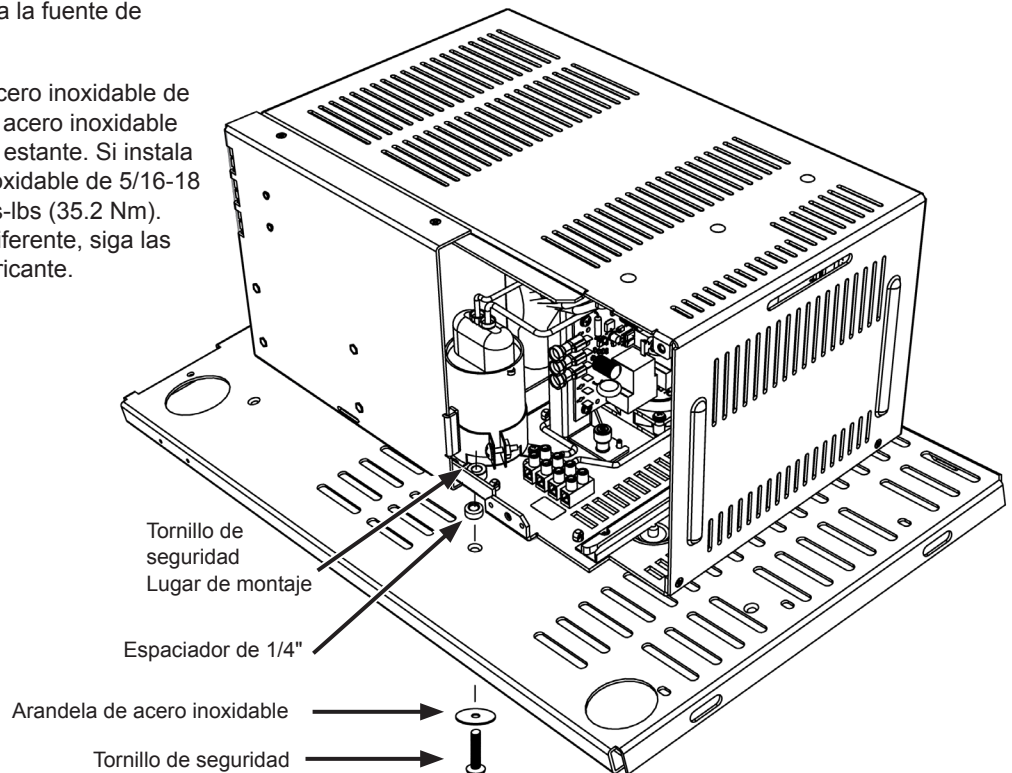

Fig. 2-3, Colocación del tornillo de seguridad en estante de gabinete/fuente de poder
5. Posicione la fuente de poder XM3.1-HP con el orificio de seguridad sobre el orificio perforado y el espaciador (use el punzón para marcar para sostener fijo el espaciador mientras posiciona la fuente de poder) (consulte la Fig. 2-3).